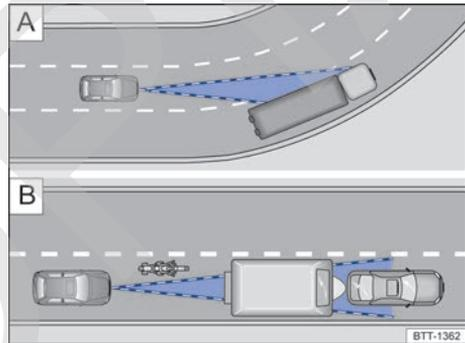

Fig. 131 **A** Tramo en curva. **B** Vehículos fuera del radio de acción del sensor de radar.
El sensor de radar mide siempre en línea recta. Por ello, en las curvas puede que detecte vehículos erróneamente o que no detecte vehículos que circulen por delante → **A** en *fig. 131*.
- Vehículos que circulan fuera de la zona del sensor a poca distancia de su vehículo, p. ej., motocicletas → **B** en *fig. 131*.